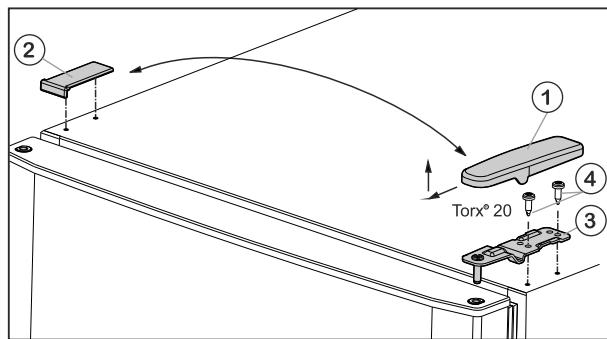
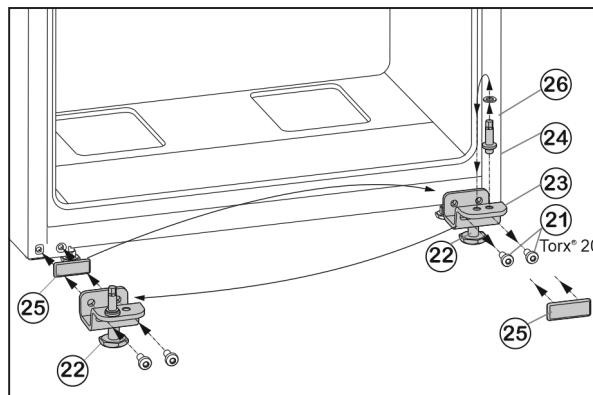

Fig. 5
Fig. 7
- Відведіть кришку Fig. 5 (1) вперед і вгору.
- Зніміть кришку Fig. 5 (2).
- Викрутіть верхній опорний кронштейн Fig. 5 (3) (2 шт. Torx® 20) Fig. 5 (4) і відведіть вгору.
- Викрутіть гвинти кріплення Fig. 7 (21).
- Зніміть нижній опорний кронштейн Fig. 7 (23) разом із гвинтом Fig. 7 (24), шайбою Fig. 7 (26) та установочною ніжкою Fig. 7 (22).
- Відкрутіть гвинт Fig. 7 (24) разом із шайбою Fig. 7 (26), переставте їх у протилежний отвір опорного кронштейна та знову закрутіть.
- Обережно зніміть кришку Fig. 7 (25) і переставте її на протилежний бік.
- Знову прикрутіть нижній опорний кронштейн Fig. 7 (23) разом із гвинтом Fig. 7 (24), шайбою Fig. 7 (26) та установочною ніжкою Fig. 7 (22) на інший бік шарніра **(з моментом 4 Нм)**, у разі необхідності скористайтеся акумуляторним гвинтокрутом.
- Встановіть нижні дверцята згори на опорний гвинт Fig. 7 (24).
- Вставте середній опорний кронштейн (13) повернувши його на 180°, у нижні дверцята і прикрутіть за допомогою гвинтів кріплення (11) (2 шт. Torx® 20) до нового боку шарніра **(з моментом 4 Нм)**.
- Знову встановіть пластикову шайбу (10).
- Встановіть верхні дверцята на середній опорний кронштейн (13).
- Встановіть верхній опорний кронштейн Fig. 5 (3) в дверцята на новий бік шарніра.
- Прикрутіть верхній опорний кронштейн **(з моментом 4 Нм)** гвинтами (2 шт. Torx® 20) Fig. 5 (4). У разі необхідності скористайтеся акумуляторним гвинтокрутом.
- ▶ Встановіть і зафіксуйте кришку Fig. 5 (1) з протилежного боку ззовні.
- ▶ Також встановіть згори і зафіксуйте кришку Fig. 5 (2) з протилежного боку.
- ▶ Викрутіть установочну ніжку Fig. 7 (22) на нижньому опорному кронштейні Fig. 7 (23), доки він не буде опиратися на підлогу.